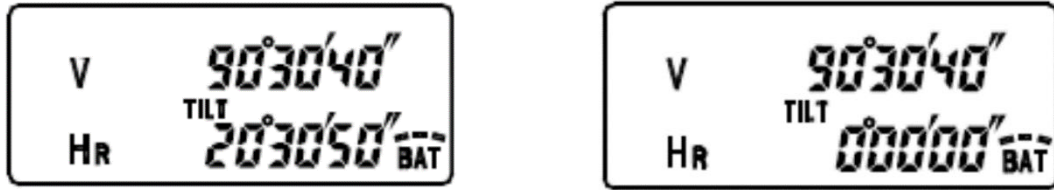

Рис. 4.2 – Наведення приладу на ціль А:
– наведіть зорову трубу на першу ціль А (рис. 4.2, а) та натисніть кнопку **0SET** і встановите відлік $0^{\circ}00'00''$ за горизонтальним кругом на ціль А (рис. 4.2, б);